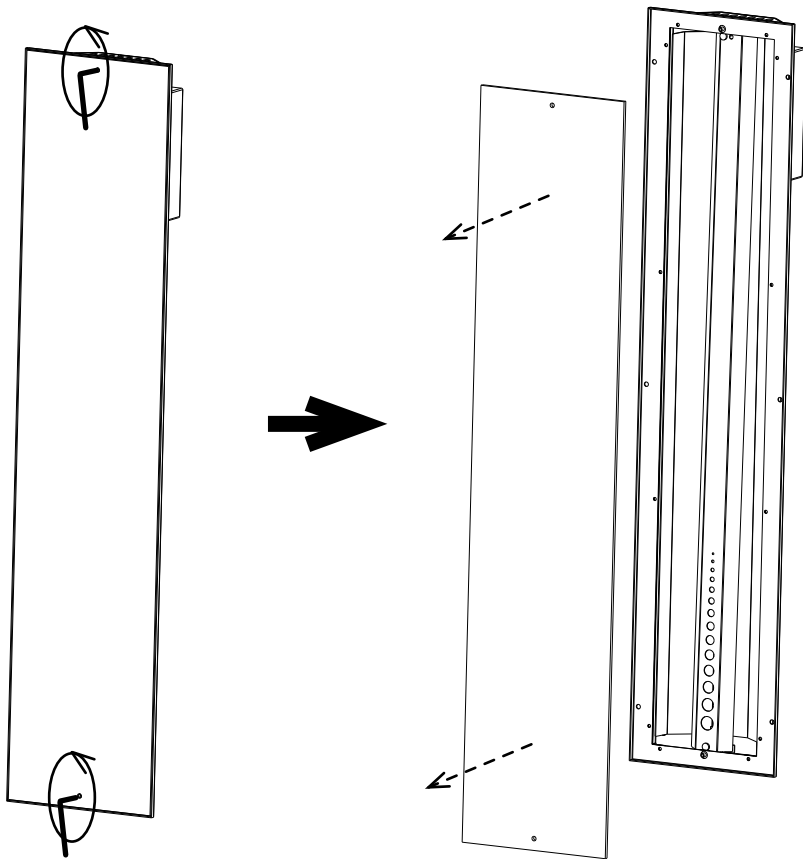

Abb. 5 **Abnehmen der Glasscheibe**
4. Nehmen Sie die Glasscheibe ab. Drehen Sie dazu die beiden Schrauben (oben und unten an der Glasscheibe) vorsichtig mit einem Innensechskantschlüssel heraus und entnehmen durch vorsichtiges kippen des Strahlers (oder mithilfe eines Saugnapfes) die Glasscheibe. Siehe Abbildung 5.